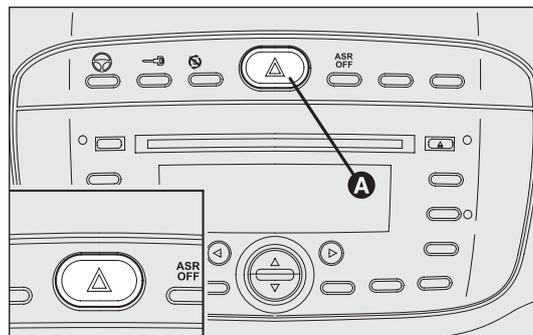

fig. 50
**HAZARD WARNING LIGHTS fig. 50**